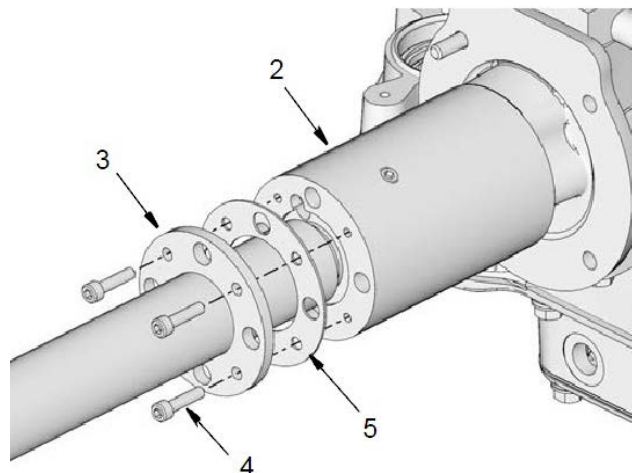

Рис. 41
25. Только для типа «труба в трубе»: установите шайбу (5) и трубу в трубе (3). Закрепите трубу в трубе на адаптере насоса (2) винтом (4). Закрутите болт гаечным торцевым ключом (рис. 41). Затяните до достижения момента 7-9 фунт-футов (9-12 Н.м).